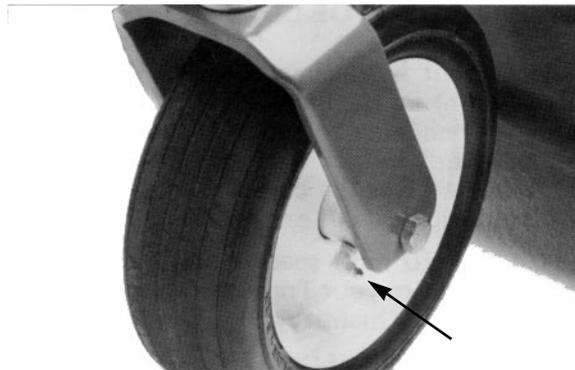

Fig. 6
1. L'apparato di taglio è provvisto di cuscinetti e boccole che devono essere lubrificati nei seguenti punti: boccole dei fuselli delle ruote orientabili (Fig. 4); cuscinetti delle ruote orientabili (Fig. 4 e 5); cuscinetti dei fuselli delle lame (Fig. 6); giunti sferici dei bracci di spinta destro e sinistro (Fig. 6).
2. Abbassare l'apparato di taglio e poggiare le ruote orientabili su un piano orizzontale. Togliere il tappo di controllo (Fig. 6) da un lato della scatola degli ingranaggi, e controllare il livello del lubrificante. In caso di basso livello, togliere il tappo di riempimento sopra la cassa degli ingranaggi e rabboccare con lubrificante per ingranaggi SAE 80-90 fino alla base del foro di verifica.